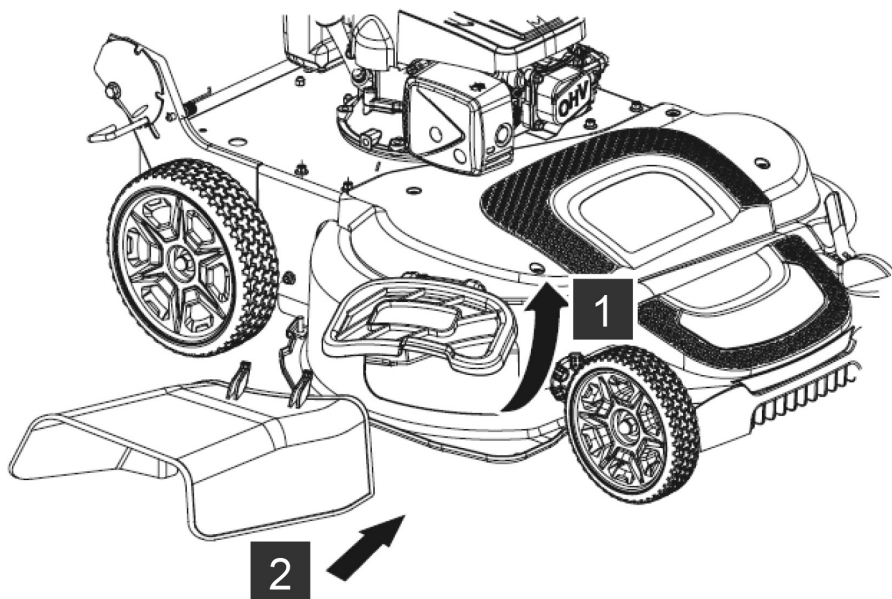

Рис. 9
- Удерживая заглушку, закрепите дефлектор бокового выброса на режущей деке, заведя две пластиковые опоры дефлектора под ось заглушки (Рис. 9. Поз.2). Опустите заглушку (заглушка должна зафиксировать положение дефлектора сверху).